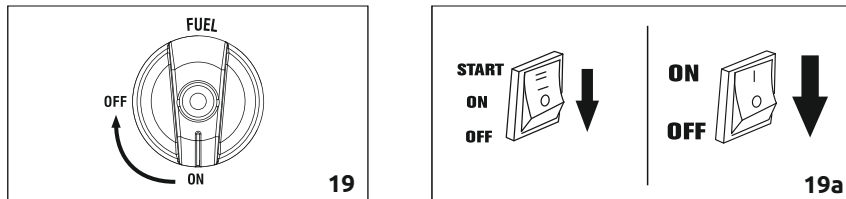

Рисунок 19 – Остановка двигателя
- Переведите клапан топлива в положение OFF (рис. 19).